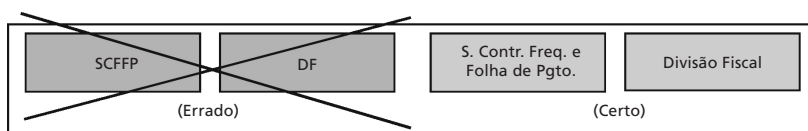

Figura 1.10: Deve-se evitar a utilização de siglas.
d. Deve-se evitar a utilização de siglas ou números – procure escrever o nome do órgão, mesmo que abreviadamente (**Figura 1.10**).